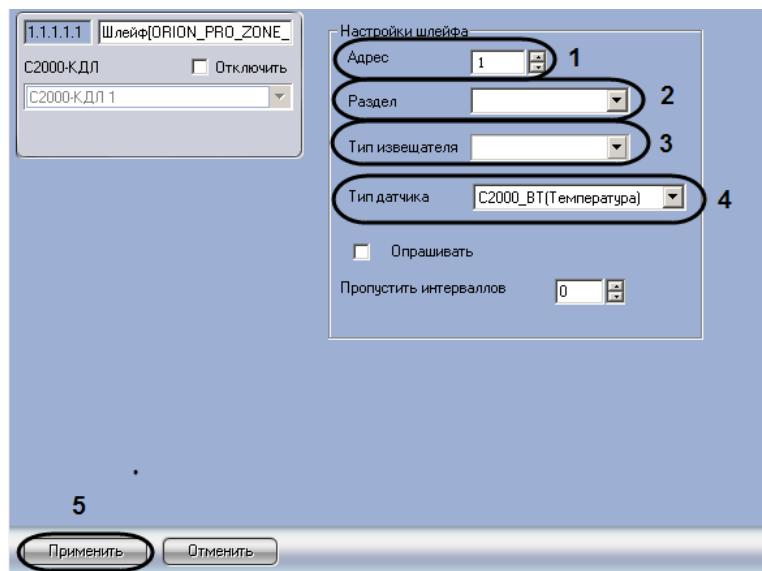

Рис. 3.3—9 Панель настроек объекта Шлейф
- В поле **Адрес** введен текущий адрес шлейфа (см. Рис. 3.3—9, 1). Настоятельно не рекомендуется изменять адрес. Если такая необходимость все же возникла, следует задать адрес шлейфа таким образом, чтобы он не совпадал с адресами шлейфов, считывателей и других реле, созданных на базе того же объекта, что и настраиваемый.
- Из раскрывающегося списка **Раздел** выбрать охранную зону, в которую будет входить шлейф (см. Рис. 3.3—9, 2).